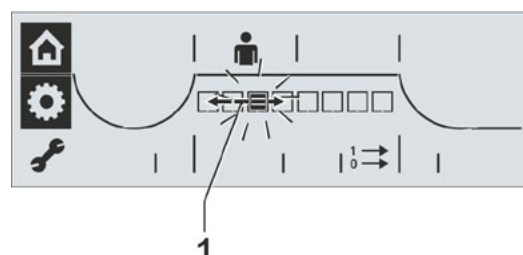

Fig. 2: Vælg signal-sæt
Det sorte segment, der viser det indstillede signal-sæt, blinker (fig. 2).
- Drej Drive Controller og vælg det ønskede signal-sæt (fig. 2, pos. 1).